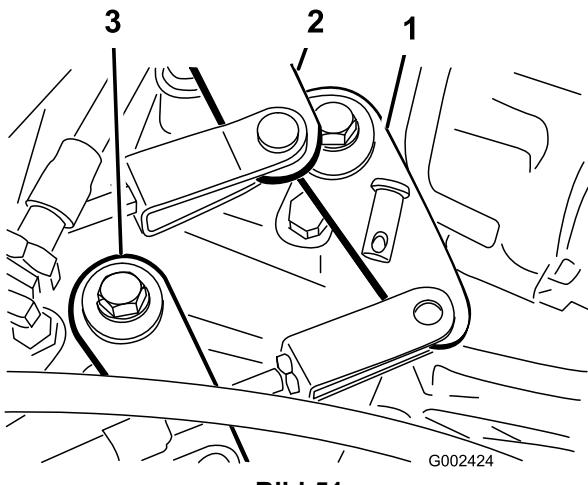

Bild 51
2. Nehmen Sie die Lastösenbolzen ab, mit denen die Schaltzüge an den Getriebeschalthebeln befestigt sind (Bild 51).
1. Nehmen Sie die Lastösenbolzen ab, mit denen das Kabel (schneller/langsamer Gang) am Getriebe befestigt ist (Bild 51).